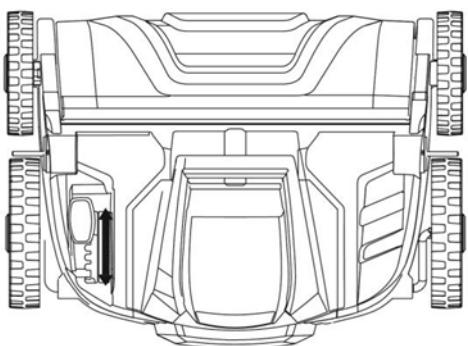

Abb.6.1
Sostituzione del rullo (Fig. 6.1 - 6.5)
- Posizionare il dispositivo sul lato motore in una zona asciutta e allentare il dado ad alette ruotandolo in senso antiorario per aprire il fermo (Fig. 6.1 - 6.2).